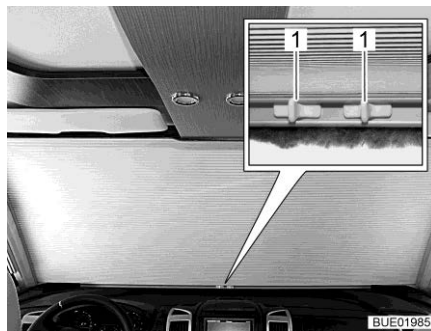

Fig. 103 Oscurante del parabrezza manuale, chiuso
- Serrare le maniglie (Fig. 103,1).